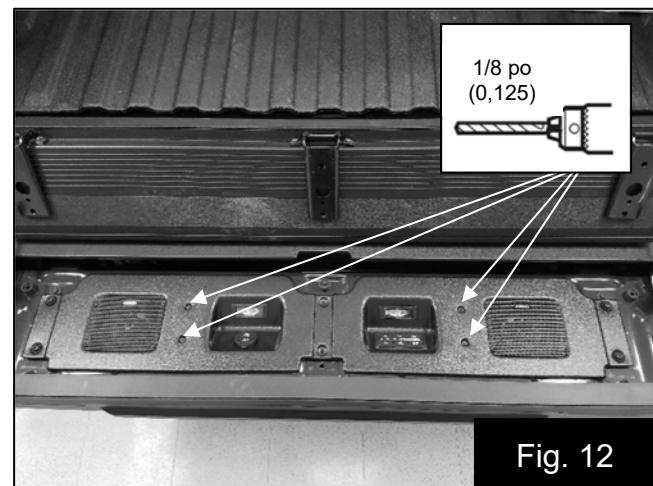

Fig. 12
17. Installez temporairement le baffle des haut-parleurs et installez sans serrer les six boulons de remplacement fournis. Fig. 12
19. Pré-percez les quatre trous de guidage pour les vis à filetage fin fournies, à l'aide d'un foret de 1/8 po (0,125), puis retirez les boulons et le baffle des haut-parleurs. Fig. 12
- Instale temporalmente la pantalla acústica del altavoz y coloque sin ajustar los seis pernos de reemplazo suministrados. (Imagen 12)
- Utilice una broca de 1/8 pulgadas (0.125) para marcar los cuatro orificios guía donde colocará los tornillos de rosca fina suministrados y luego retire los pernos y la pantalla acústica del altavoz. (Imagen 12)